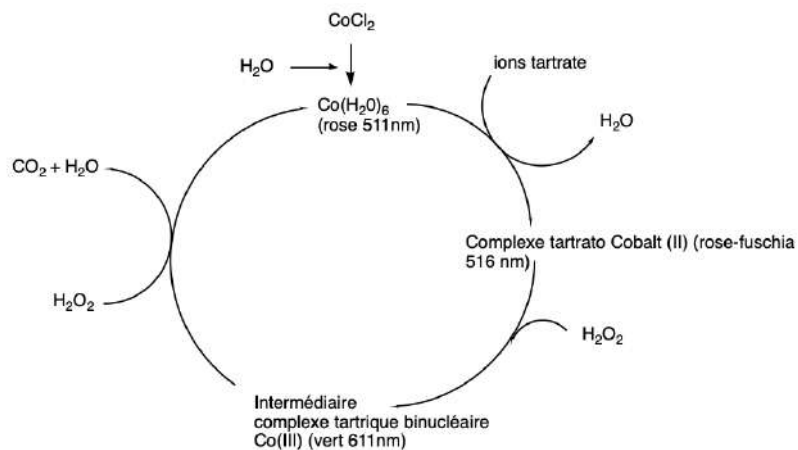

FIGURE 4 – Cycle catalytique Seignette proposé
La réaction étudiée ici est l'oxydation des ions tartrate par le peroxyde d'hydrogène. Cette réaction est cinétiquement lente même par chauffage modéré du milieu. La présence d'ion cobalt permet de catalyser la réaction. Une faible quantité de dioxygène se dégage également. Il y a un mécanisme d'oxydoréduction interne qui régénère le complexe heaquaacobalt(II) qui peut recommencer le cycle. Cette espèce est donc le précatalyseur et le vrai catalyseur est le complexe avec le tartrate. On présente un cycle catalytique possible dans la Figure 4